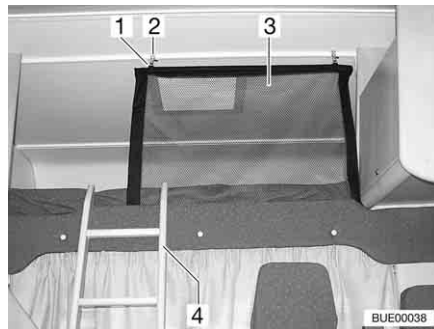
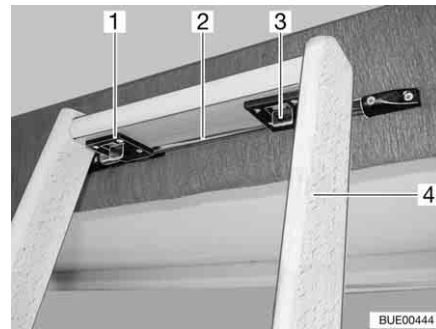

Fig. 82 Letto mansarda
Fig. 83 Scaletta di accesso, bloccaggio
**Scaletta di accesso** Per salire sul letto mansarda utilizzare la scaletta di accesso (Fig. 82,4 e Fig. 83,4) in dotazione ai modelli di serie.
- Agganciare la scaletta con i due ganci (Fig. 83,1) presenti sulla guida (Fig. 83,2) al pannello cieco del letto.
- Spingere i due bloccaggi (Fig. 83,3) in avanti.
**Rete protettiva** La rete protettiva (Fig. 82,3) è stivata sui modelli di serie tra il materasso e il telaio portamaterasso. Fissare la rete protettiva soltanto dopo che le persone si sono stese nel letto mansarda.
- Agganciare il supporto (Fig. 82,1) negli occhielli sul soffitto (Fig. 82,2).